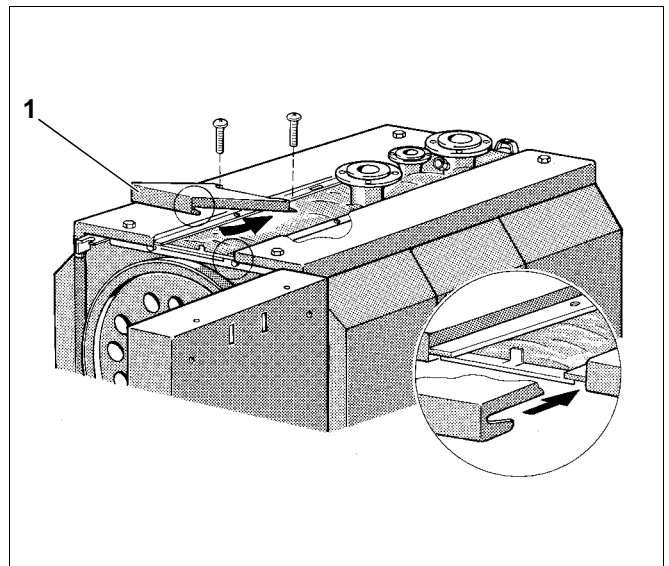

Abb. 19 Montage Verkleidung
- Vorderes Haubenteil (Abb. 19, **Pos. 1**) hinten mit den Laschen rechts und links in die Schlitz der seitlichen Haubenteile einsetzen.